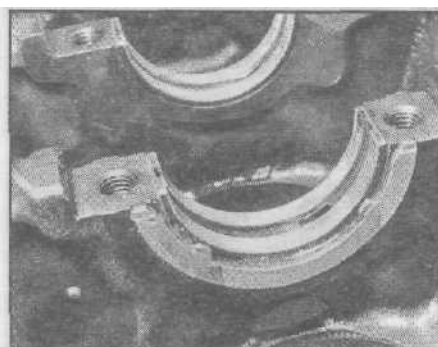

Рис. 29.3. Расположение упорных полуколец на центральном подшипнике
- 3 При установке упорных полуколец смажьте их консистентной смазкой и приклейте их на свои места на средний подшипник и его крышку (см. рис. 29.3). Полукольца должны быть установлены так, чтобы масляные каналы были обращены в сторону от подшипника [наружу].